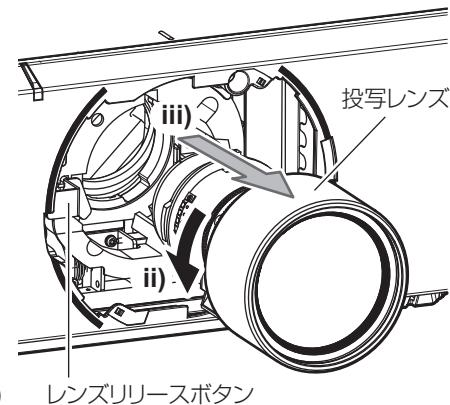

図2
2) レンズリリースボタンを押しながら反時計方向に投写レンズを回しきり、投写レンズを取り出す（図2）